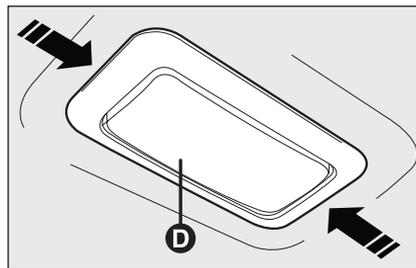
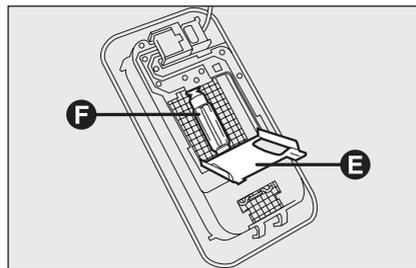

Рис. 31
Рис. 32
- ❑ натискаючи на місця, що позначені на рисунку стрілками, зніміть світильник **D** (рис. 31);
- ❑ зніміть захисну кришку **E** (рис. 32);
- ❑ поміняйте лампу **F** (рис. 32); переконайтеся, що нова лампа надійно закріплена між контактами;
- ❑ закрийте кришку **E** (рис. 32) і установіть світильник **D** (рис. 31) на місце, вдавивши його в гніздо до упору.